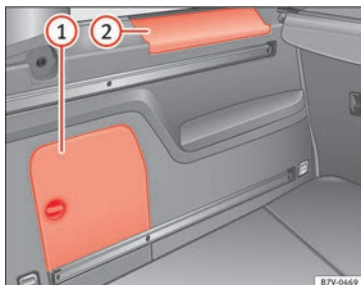

Fig. 187 En el maletero: compartimento portaobjetos lateral.
En el lateral del maletero hay otros compartimentos » **fig. 187** ① y ②. Para abrir el compartimento ①, gire el cierre en el sentido de las agujas del reloj. Para abrir el compartimento ②, levante la cubierta. En el compartimento ① puede encontrarse el **cambiador de CD** montado de fábrica. En la cubierta del compartimento ① pueden guardarse de modo seguro las cubiertas de los soportes de la bandeja.